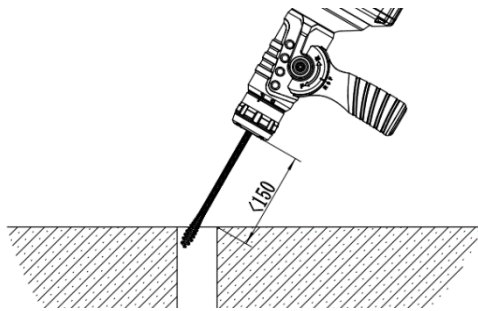

Figure 7
1. Placez la tête de l'outil à moins de 150 mm de l'ouverture du tuyau. Si la distance est plus grande, l'arbre flexible peut se tordre et se nouer. Si la distance est trop courte, vous ne pouvez pas voire dans quel état est l'onde. (Fig. 7).